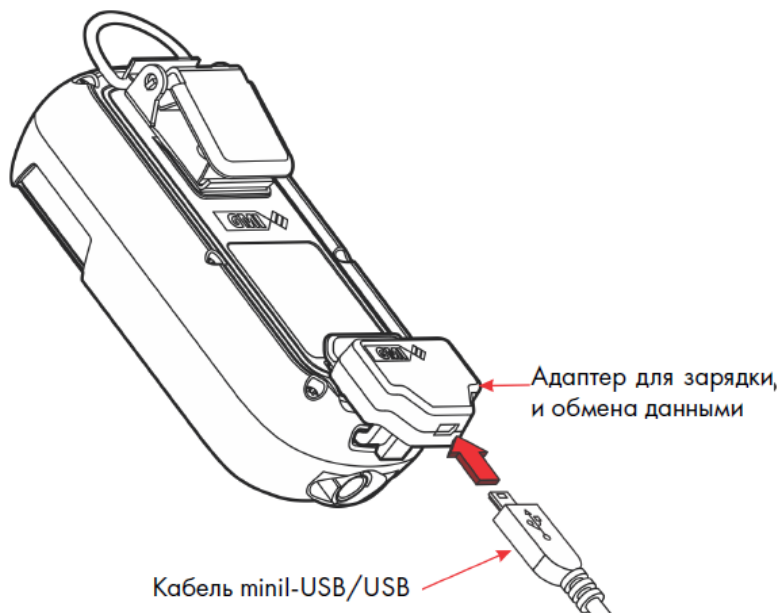

Рисунок 7-2: Подключение кабеля к адаптеру для зарядки и обмена данными
2. Подключите к адаптеру входящий в комплект кабель mini-USB/USB (как показано на Рисунок 7-2: Подключение кабеля к адаптеру для зарядки и обмена данными).